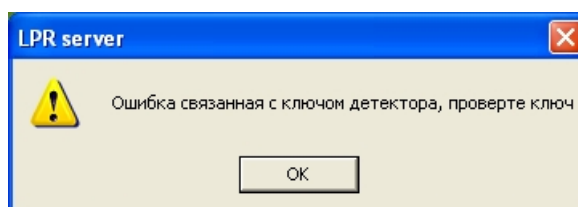

Рис. 2. Информационное окно с сообщением об ошибке ключа электронной защиты «Guardant»
2. При настройке программного комплекса «Авто-Интеллект» в случае различия конфигурации системы и используемого ключа «Guardant» появляется информационное окно с ошибкой, содержащее сообщение «Ошибка связанная с ключом детектора, проверьте ключ» (см. Рис. 2).